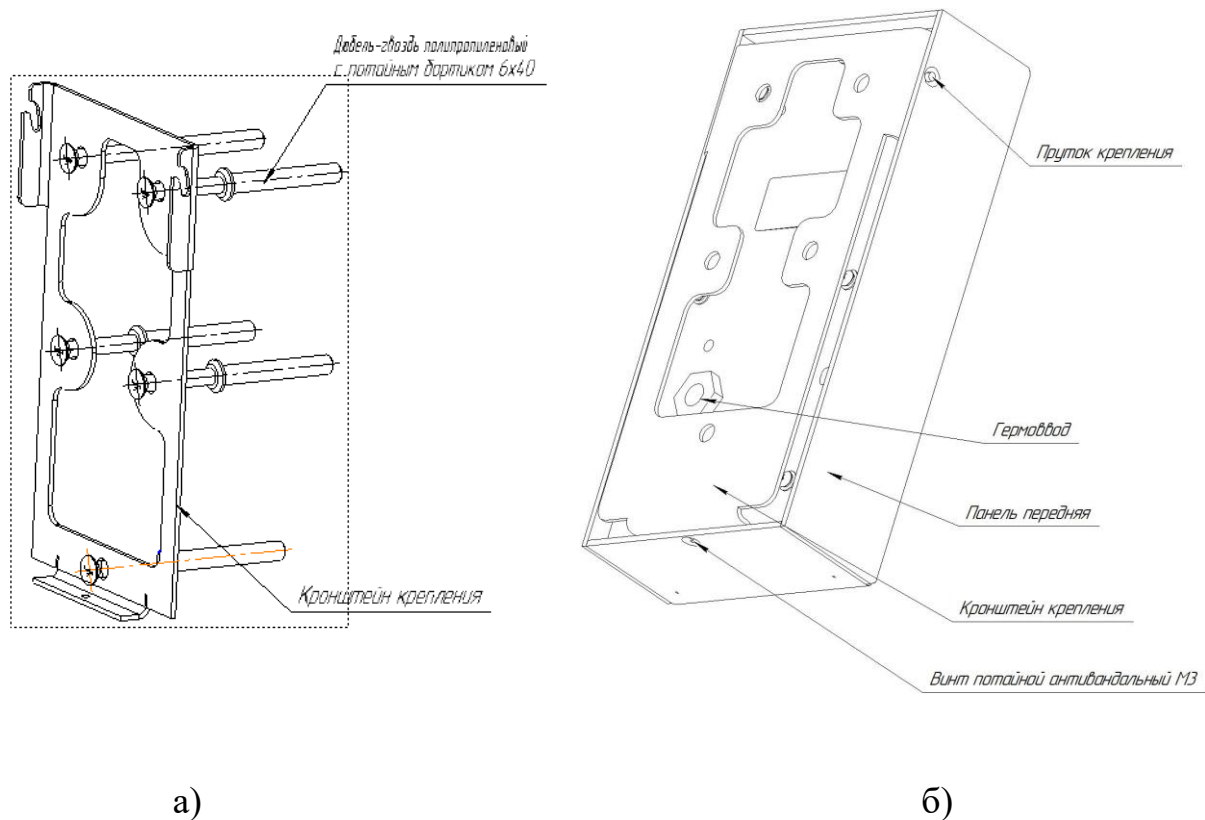

Рисунок 4
- осуществить монтаж кронштейна крепления на стену (рисунок 4 а);
- закрутить антивандальный винт до упора, обеспечив тем самым надежную фиксацию изделия на кронштейне крепления (рисунок 4 б)).
- выкрутить антивандальный винт на корпусе изделия (рисунок 4 б));
- отсоединить изделие от кронштейна крепления, из состава изделия (рисунок 4а));